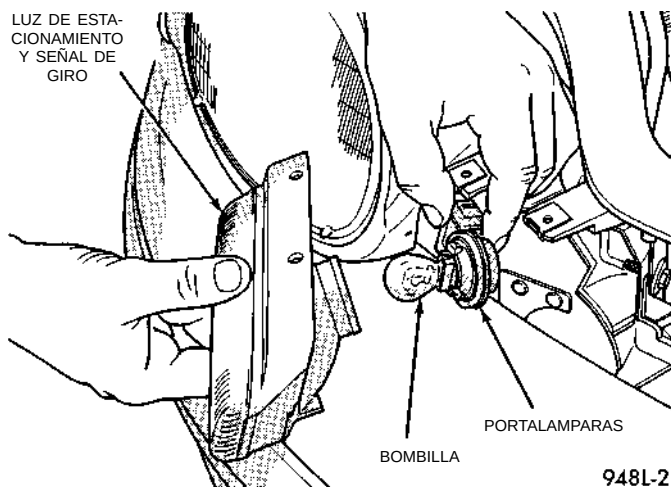

Fig. 3 Luz de estacionamiento y señal de giro
- Retire los tornillos que sostienen la luz en el módulo de faros (Fig. 3).